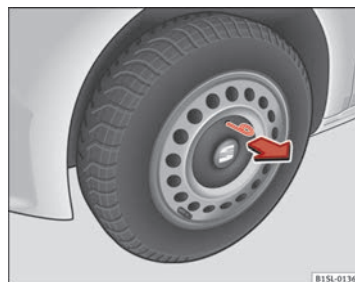

Fig. 133 Retirez l'enjoliveur de la jante en acier.
- Pour les retirer, prenez le crochet en fil de fer fourni avec l'outillage de bord et accrochez-le fil au bord de l'enjoliveur ⇒ fig. 133.